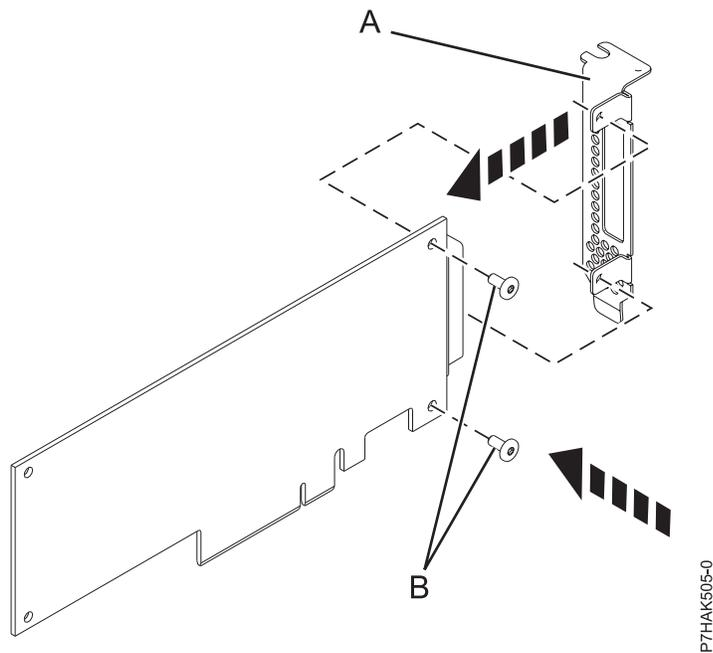

Figure 39. Fixation de la contre-poupée extra-plate à une carte PCIe
14. A l'aide d'un tournevis cruciforme et des deux vis de fixation (B), fixez la contre-poupée (A) de la carte PCIe défectueuse à la nouvelle carte PCIe, comme illustré dans la figure 39, à la page 62.